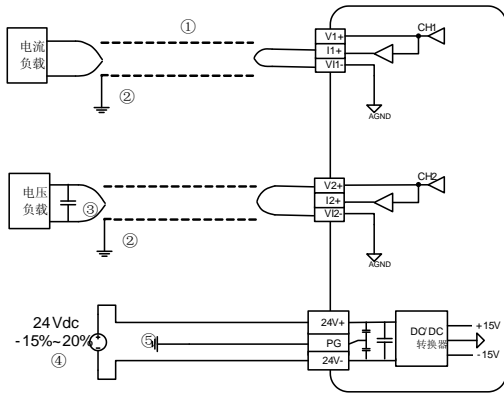

图 2-5 MC200-2DA 用户端子布线示意图
用户端子布线要求,请参见图2-5。图中①~⑤表示布线时必须注意的事项: